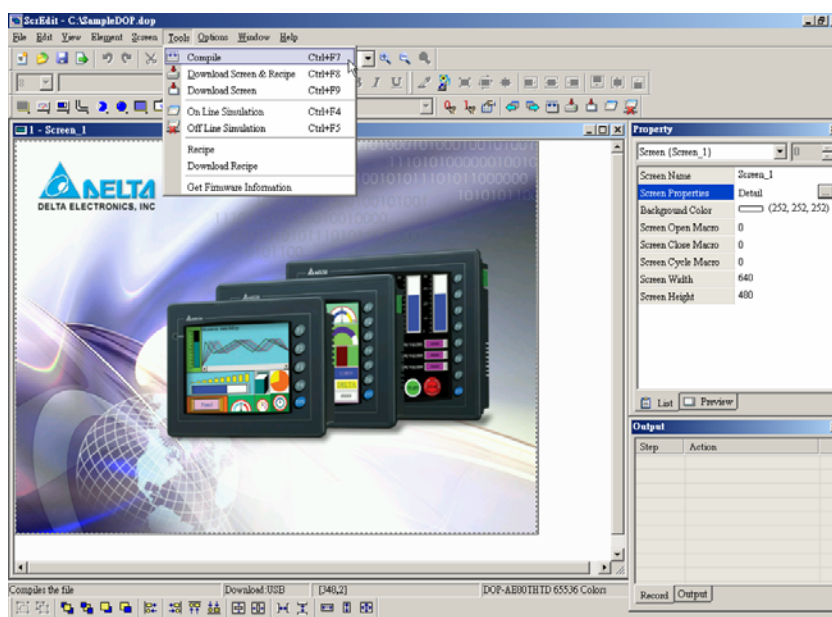
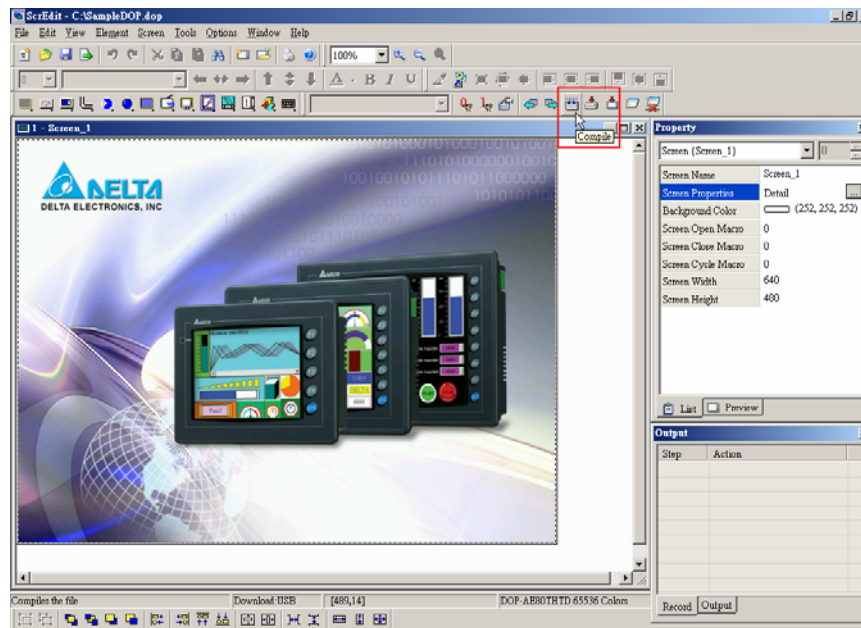

Рис. 2.8.2 Выбор команды "Compile" в строке меню
Рис. 2.8.3 Выбор команды "Compile" на панели инструментов
**Tools > Compile** (Рис. 2.8.2) в строке меню или значок  на панели инструментов (Рис. 2.8.3), или используйте горячие клавиши **Ctrl + F7** на клавиатуре ПК.